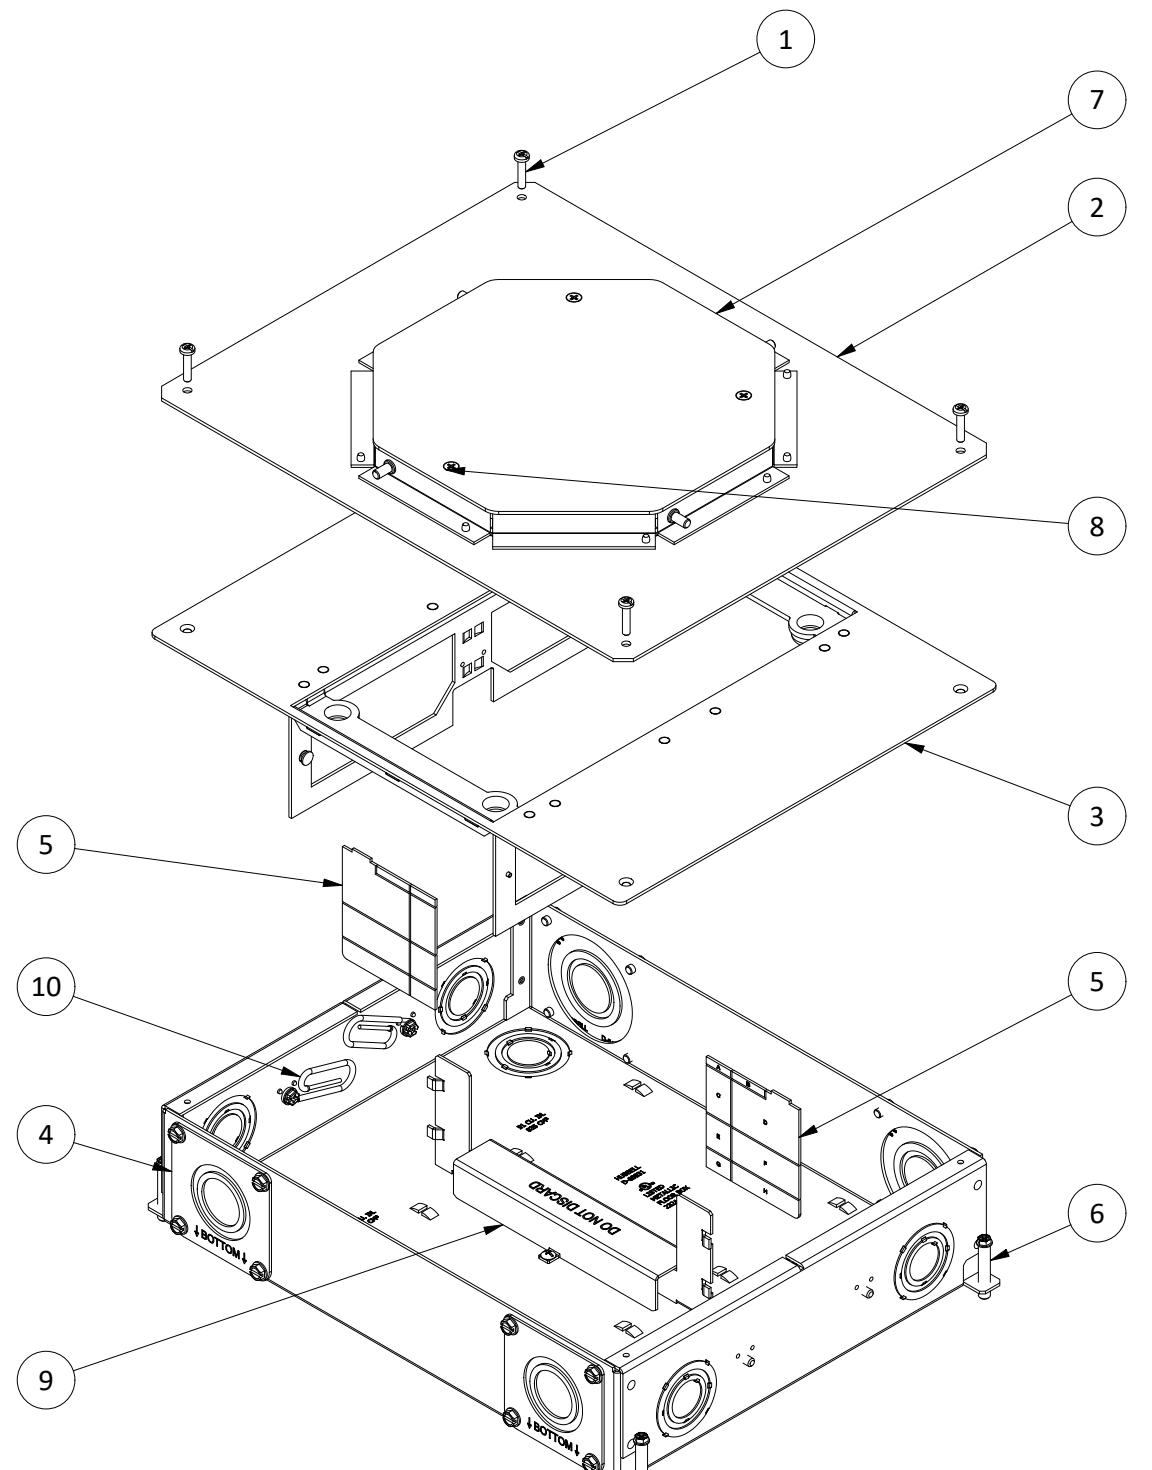

FIGURA 1
ANTES DEL VERTIDO DE CONCRETO, VER LA FIGURA 1
- Instale los tornillos de nivelación [6] como se muestra en la Figura 1. Nivele la caja según sea necesario, colocando la caja de piso con la cubierta temporal [7] nivelada con la losa. Use tornillos de nivelación [6] y alambre para evitar que la caja de piso se mueva durante el vertido de concreto. Consulte la Tabla 1 para conocer la profundidad mínima de vertido.